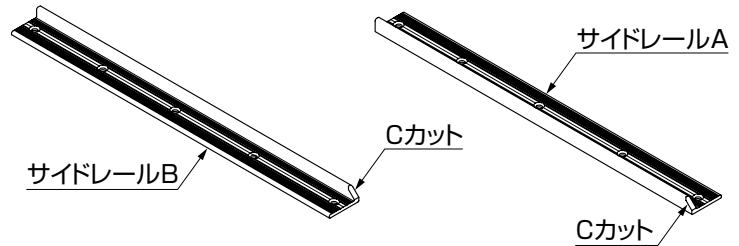

図10-8
- ① サイドレールにはCカットを片側のみ加工しています。(図10-8参照)